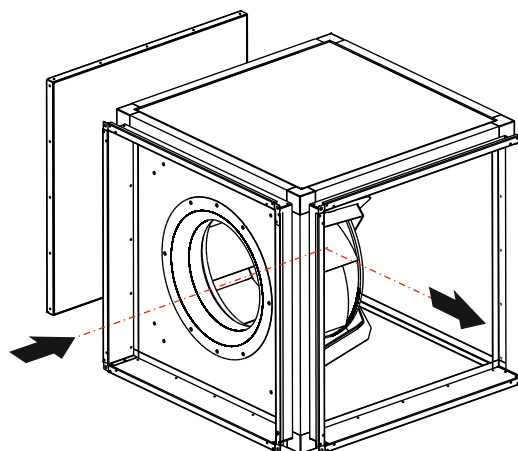

Рис. 2 - Исполнение 2
- выхлоп вправо (исполнение 2 - рис. 2);